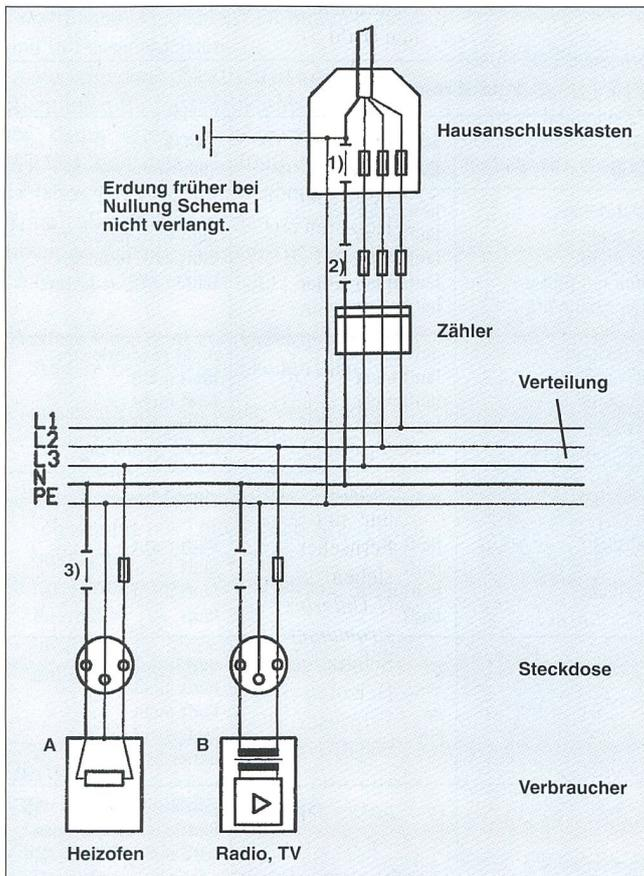
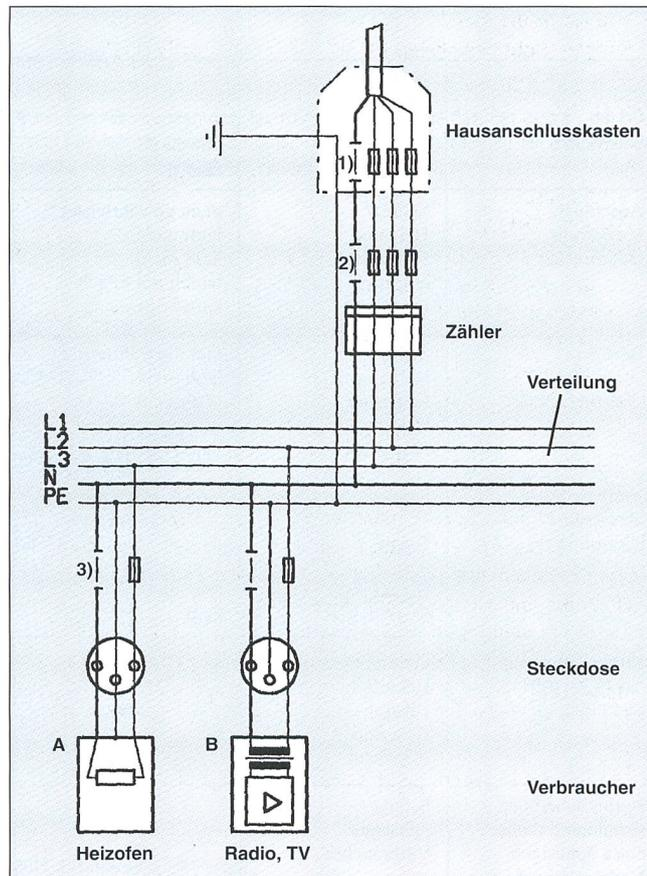
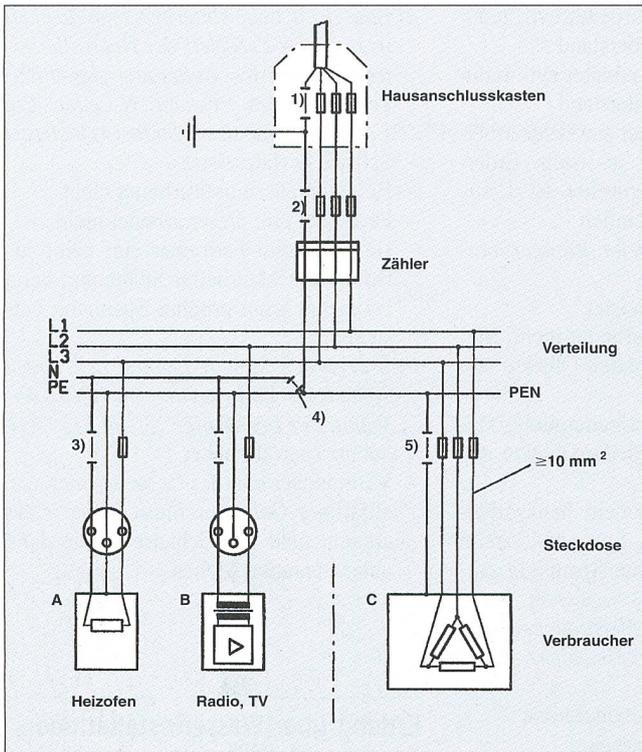

Bild 2 Installation TN-S (früher Nullung Schema I)
Bild 3 Installationsart mit Schutzerdung
Bild 4 Installationsart TN-C-5 (Schema II)
Diese Installationsart ist heute vorgeschrieben für Querschnitte < 10 mm². Der Neutraleiter (N) und der Schutzleiter (PE) sind vor dem Anschlussüberstromunterbrecher verbunden und geerdet. Bei diesem Installationssystem wird der Schutzleiter und der Neutraleiter getrennt geführt. Die verschiedenen Unterbruchmöglichkeiten des Neutraleiters ergeben folgende Situationen (Bild 2):
Diese Installationsart wird mit fünf getrennten Leitern ausgeführt. Dabei ist der Schutzleiter geerdet, jedoch nicht mit dem Neutraleiter verbunden. In dieser Installation muss der Erderwiderstand am Hausanschluss sehr tief sein, damit die Schutzbedingungen eingehalten werden. Die verschiedenen Unterbruchmöglichkeiten des Neutraleiters ergeben folgende Situationen (Bild 3):
Bei der Nullung nach TN-C-S ist im TN-C-Abschnitt der Schutzleiter (PE) und der Neutralleiter (N) bei Querschnitten $\geq 10 \text{ mm}^2$ als gemeinsamer PEN-Leiter geführt. Der PEN-Leiter ist am Ausgang des Anschlussüberstromunterbrechers geerdet. Bei Querschnitten < 10 mm^2 muss mit einem speziellen Trenner auf die Nullung TN-S übergegangen werden. In der Installation dürfen PE- und N-Leiter nach der Aufteilung nicht mehr verbunden werden. Ein Unterbruch an den Stellen 1-5 nach Bild 4 ergibt folgende Situationen:
L'interruption du neutre dans une installation électrique intervient certes très rarement. Mais si elle a lieu on court le risque que de tels défauts génèrent des surtensions, qui peuvent détruire des appareils électroniques (voir tableau I). Dans l'ancien schéma III (figure 1) et dans les installations mixtes (TN-C-S) (figure 4), outre des surtensions on peut avoir aussi des tensions de contact dangereuses. Selon le lieu de l'interruption, des tensions dangereuses peuvent se présenter aussi sur des boîtiers métalliques intacts sans que l'appareil concerné soit lui même enclenché. Il suffit qu'un quelconque poste consommateur dans l'installation soit en service (p.ex. luminaire). Dans une installation normale, il n'y a aucune possibilité de couper automatiquement ce défaut. Un disjoncteur de protection à courant de défaut 30 mA ne coupe qu'en contact avec un boîtier sous tension et évite ainsi des dommages aux personnes. Par contre dans les installations TN-S (figure 2) et celles avec protection par mise à la terre (figure 3) il n'y a aucun danger de dommages aux personnes.